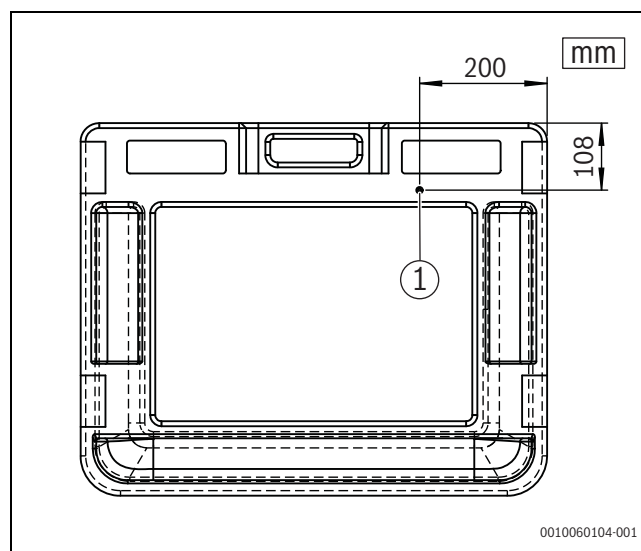

Bild 5 Vorbereitung des Seitenteils
- Mit einem 4-5 mm Bohrer ein Loch in das Seitenteil vorbohren (→ Bild 5, [1]).